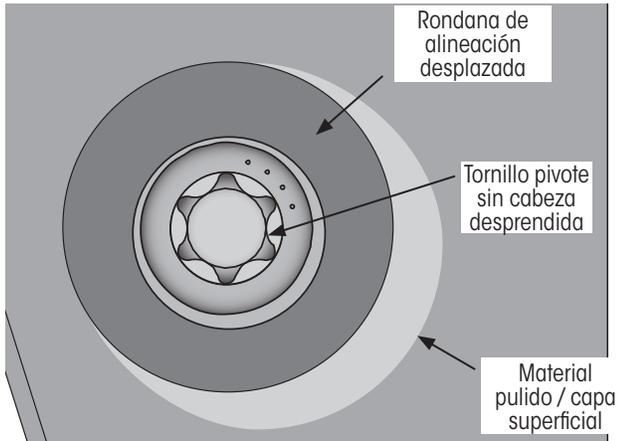
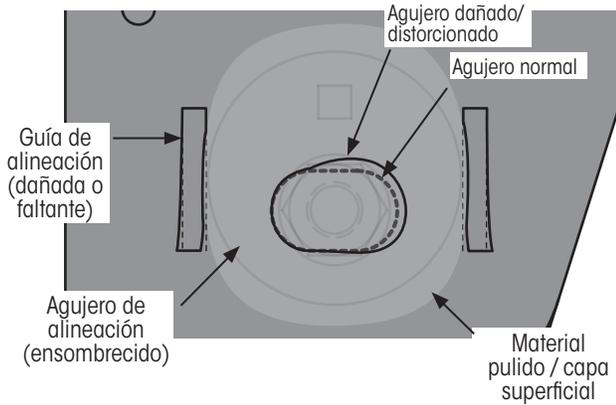

Figura 37: Tornillo pivote suelto sin cabeza desprendida en este ejemplo
Figura 38: Agujero de alineación dañado/distorsionado
Consulte la (Figura 37 y Figura 38 en página 28). El tornillo de pivote parece estar suelto o flojo y el material de la cara lateral de la percha está pulido o el recubrimiento de la superficie está manchado por el movimiento de la rondana, o peor.
- Agujeros de alineación (s) dentro de la percha - rondana(s) de alineación (Figura 38 en página 28).
En casos severos, si pasa inadvertido, el movimiento contra el borde de la ranura de alineación de la percha (Figura 38 en página 28) provoca:
- Abocardado del agujero de alineación (Figura 38 en página 28).